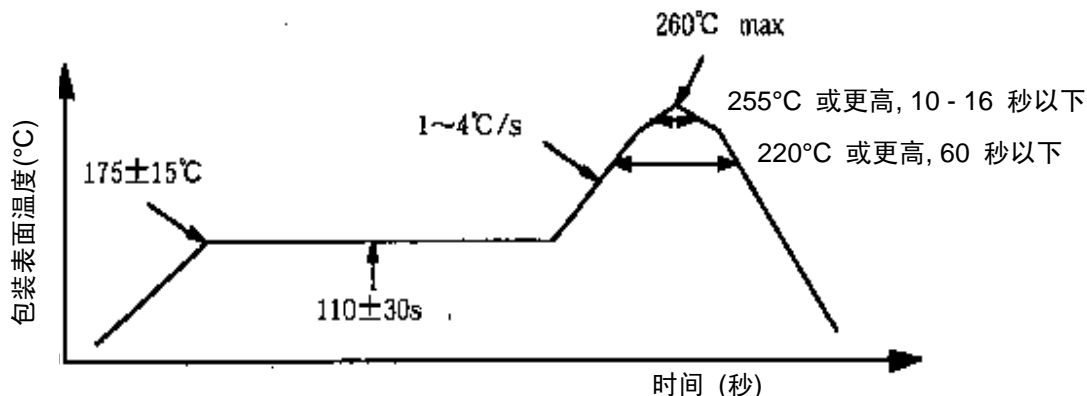

图 1 回流方法温度图
使用回流焊接在高温下安装 IC 片时，焊接的熔点取决于安装板和粘合膏材料。参阅图 1 所示的安装温度，在图中范围内选择合适的焊接温度。
- [温度]                    设备的表面温度如图 1 所示